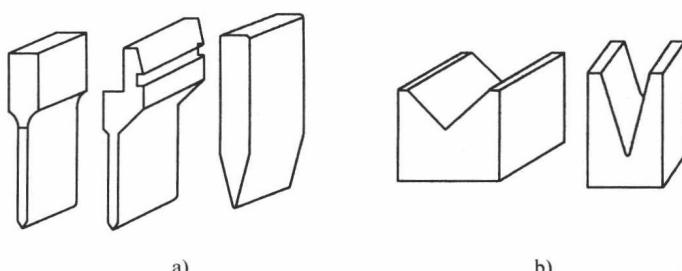

图 1-5 数控折弯模示意图
1) 折弯刀 (上模)。折弯刀的形式如图 1-5 所示, 加工时主要根据工件的形状选用。